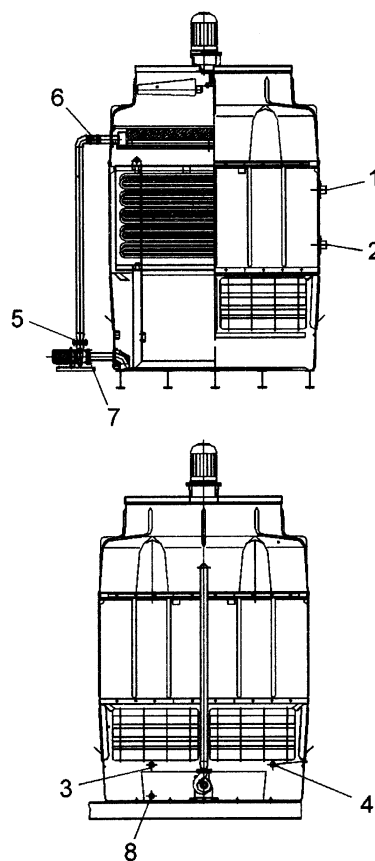

Fig. 19
- a) Connection of the primary circuit. Inlet pipe (fig. 19/1) and outlet pipe (fig. 19/2).
- b) Connection of the overflow pipe (fig. 19/3).
- c) Connection of the make-up fresh water pipe of the float valve (fig. 19/4).
- d) Connection of the secondary circuit: Connect the secondary circuit: Connect the secondary circuit pipe to the pump flange (fig. 19/5) and to the water distribution system (fig. 19/6).
- e) Connection of the pump to the outlet pipe from the collecting basin (fig. 19/7).
- h) Connection of the drainpipe (fig. 19/8).
- a) Connexion du circuit primaire: tuyauterie d'entrée (fig. 19/1) et tuyauterie de sortie (fig. 19/2).
- b) Connexion de la tuyauterie du déversoir (fig. 19/3).
- c) Connexion de la tuyauterie d'eau d'appoint de la vanne à flotteur (fig. 19/4).
- d) Connexion du circuit secondaire: connecter la tuyauterie du circuit secondaire à la bride de la pompe (fig. 19/5) et au distributeur d'eau (fig. 19/6).
- e) Connexion de la pompe à la tuyauterie de sortie de l'eau du bassin (fig. 19/7).
- h) Connexion de la tuyauterie de drainage (fig. 19/8).
- a) Conexión del circuito primario: Tubería de entrada (fig. 19/1) y tubería de salida (fig. 19/2).
- b) Conexión de la tubería de rebosadero (fig. 19/3).
- c) Conexión de la tubería de agua de aporte de la válvula de flotador (fig. 19/4).
- d) Conexión del circuito secundario: Conectar la tubería del circuito secundario a la brida de la bomba (fig. 19/5) y al distribuidor de agua (fig. 19/6).
- e) Conexión de la bomba a la tubería de salida del agua de la bandeja (fig. 19/7).
- h) Conexionado de la tubería de drenaje (fig. 19/8).